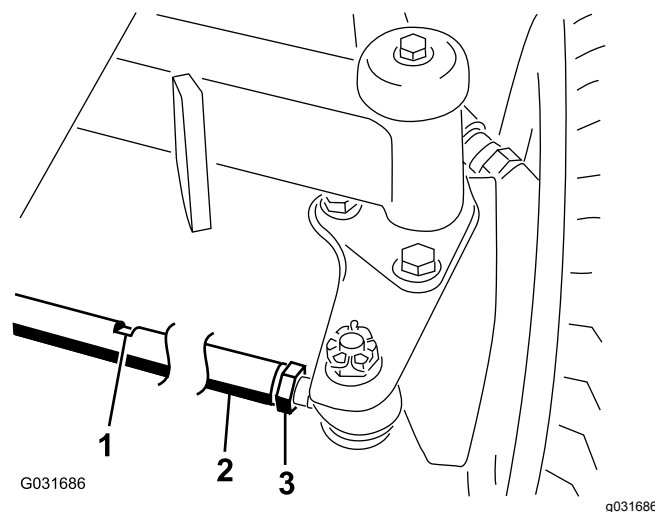

Bild 80
2. Lösen Sie die Klemmmutter an jedem Ende der Spurstange (Bild 80).